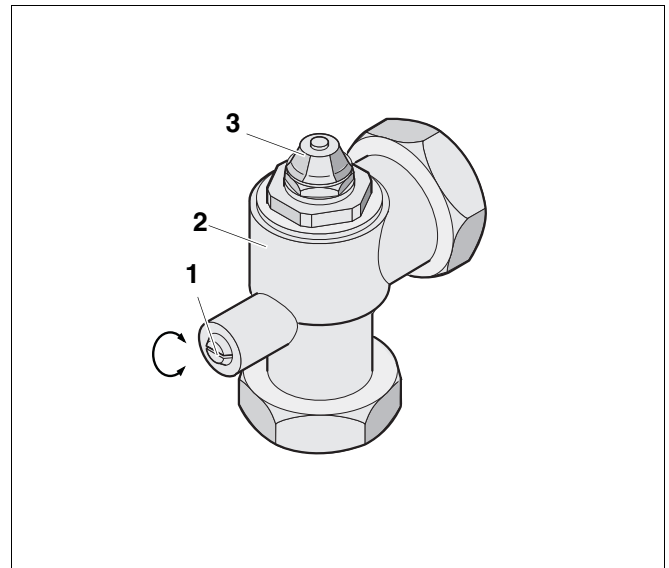

Fig. 9 Válvula de retención en ángulo con válvula de purga de aire
- ▶ Poner la ranura de los tornillos de ajuste (fig. 9, [1]) de la válvula de retención en ángulo en posición vertical (siempre abierta).
- ▶ Abrir la válvula de purga de aire (fig. 9, [3]).
- ▶ Poner la ranura de los tornillos de ajuste (fig. 9, [1]) de la válvula de retención en ángulo en posición horizontal (estado de funcionamiento).
- ▶ En cuanto salga agua sin burbujas de la válvula de purga de aire (fig. 9, [3]), cerrar la misma.